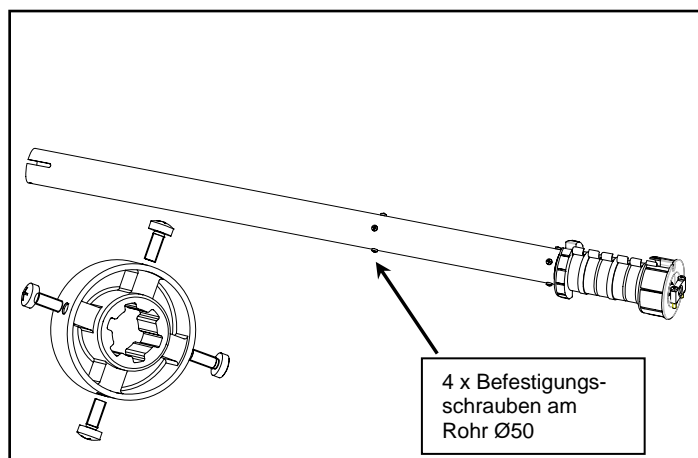

Bild 8: Befestigungsschraube Motormitnehmer
- Die 4 Schrauben vom Mitnehmer herausdrehen. Die Löcher um die Längendifferenz anreißen und in Rohr Ø50 bohren (Bild 8).